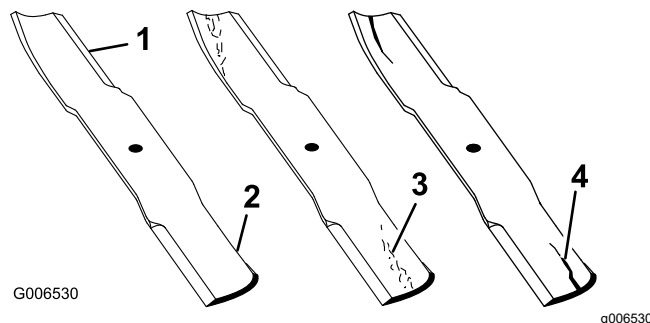

Рисунок 107
1. Осмотрите режущие кромки (Рисунок 107).
4. При обнаружении признаков повреждения, износа или образования зазора в этой области немедленно замените нож (Рисунок 107).